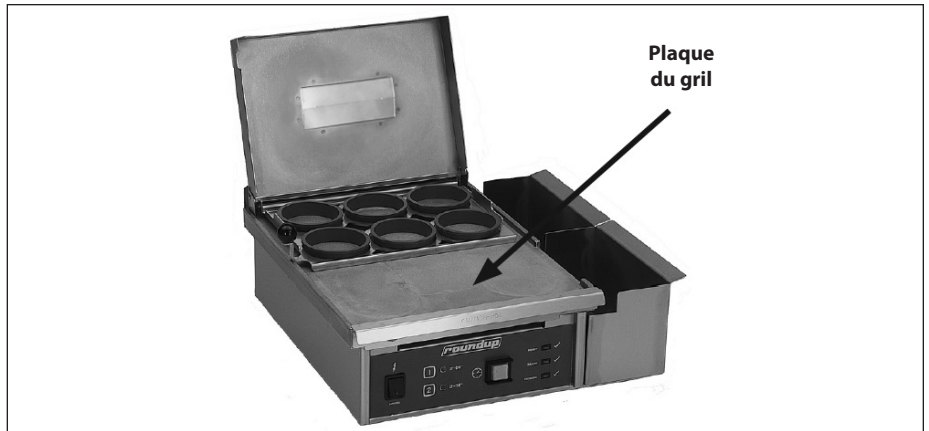

Figure 4. Plateau de grill (ES-600 illustré)
3. À l'aide d'un pyromètre, mesurer la température au centre de la surface de la plaque (Figure 4). La température devrait être de 250 °F à 300 °F (121 °C à 149 °C).